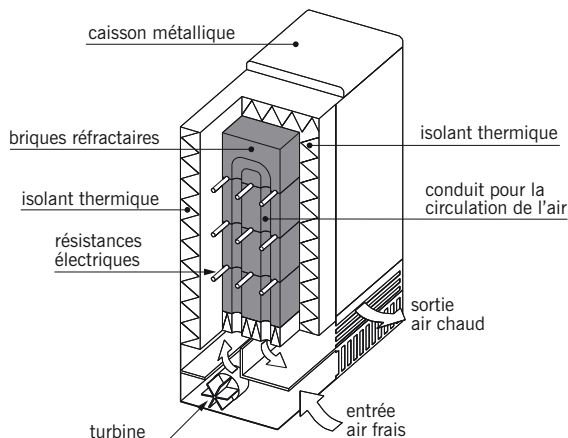

fig. 17.9
- L'**accumulateur dynamique** muni à sa base d'une turbine qui aspire l'air frais, le fait circuler au cœur du matériau réfractaire par des conduits ménagés dans l'épaisseur des briques, avant de le rejeter dans la pièce à chauffer (fig. 17.9).